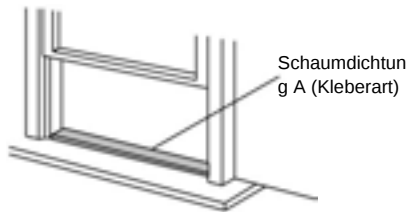

Abb. 8
1. Schneiden Sie die Schaumstoffdichtung (Kleberart) auf die richtige Länge und bringen Sie sie am Fenster-Hocker an. Abb. 8